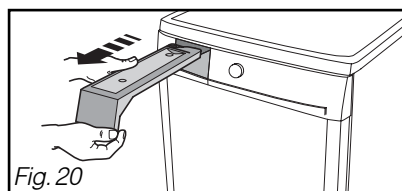

Fig. 20
- Dégagez le bac de récupération d'eau (cf Fig. 20 pages suivantes).
- Pour le vider, dégagez-le de son logement en le tirant vers vous (Fig. 20).